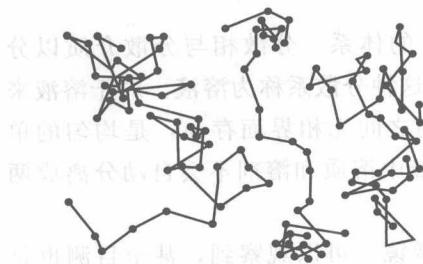

图 1-5 布朗运动轨迹示意图
① Brown (布朗) 运动 1827 年, 植物学家 Brown 用显微镜观察到悬浮在液面上的花粉粉末不断地作不规则的运动, 这种现象叫做 Brown (布朗) 运动。1903 年由于发明了超显微镜, 用超显微镜可以观察到溶胶粒子也在不停地作布朗运动, 而且粒子越小, 布朗运动越剧烈, 其剧烈的程度随温度升高而增加。见图 1-5。